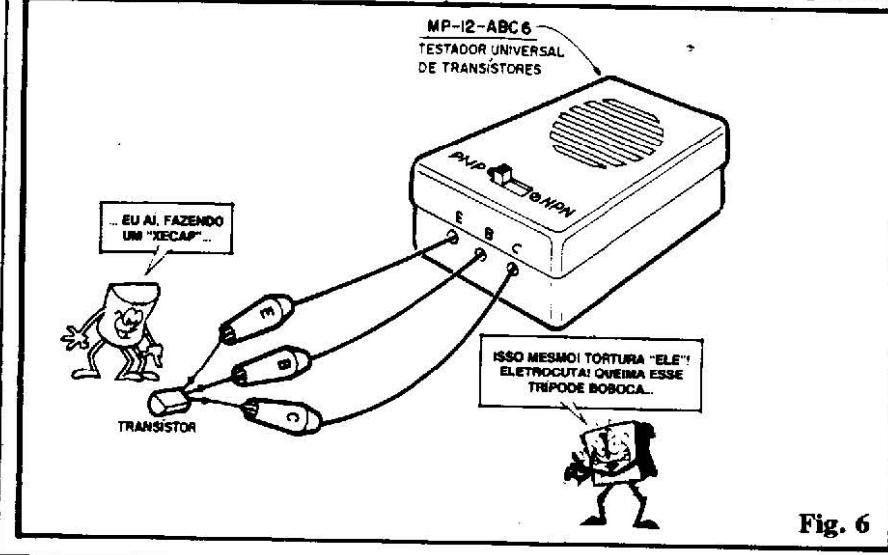

Fig. 6
- FIG. 6 - TESTE MAIS “PROFUNDOS” E ESPECÍFICOS - É lógico que quem tiver instrumentos mais sofisticados, poderá efetuar testes e qualificações também mais profundas nos componentes “rapinados” das SUCATAS...